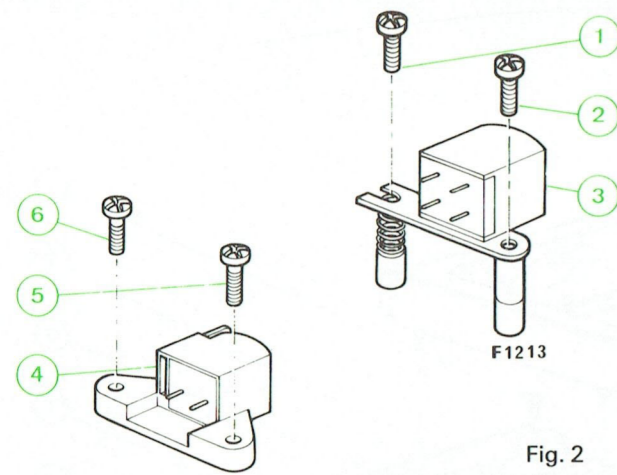

Fig. 2
- Dévisser la vis (37) et enlever le circuit imprimé (38).
G. DÉMONTAGE DES TÊTES « ENREGISTREMENT-LECTURE » ET « EFFACEMENT » (Fig. 2)
- Dévisser les vis (1) et (2) et enlever la tête d'enregistrement-lecture (3).
- Dévisser les vis (5) et (6) et enlever la tête d'effacement (4).